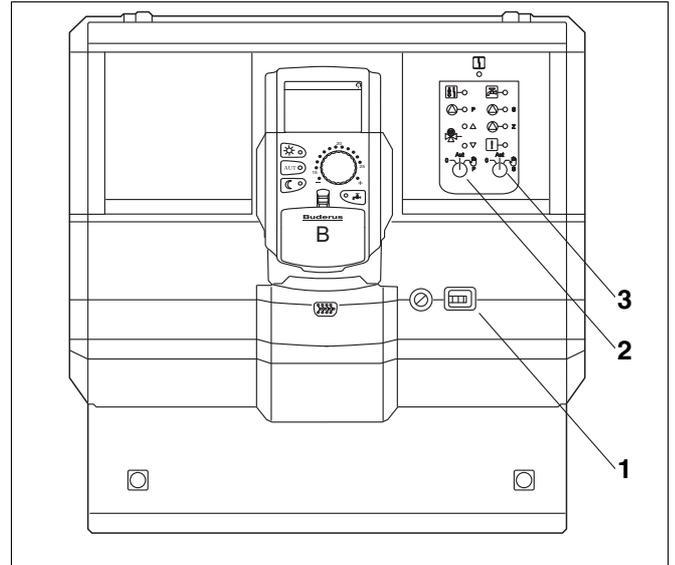

fig. 26 Logamatic 4126
- Ligar a unidade de regulação no interruptor de serviço (→ fig. 26, [1]).
- Ajustar o circuito primário (→ fig. 26, [2]), no selector para o modo manual
- Ajustar o circuito secundário (→ fig. 26, [3]), no selector para o modo manual .